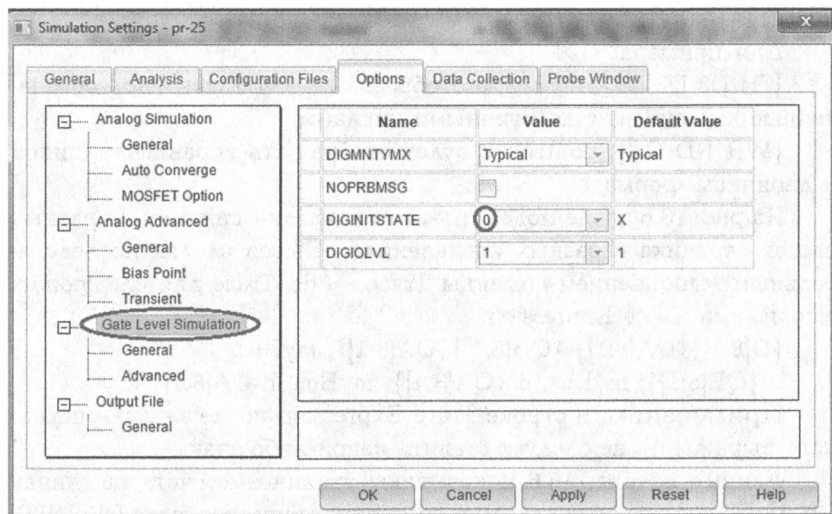
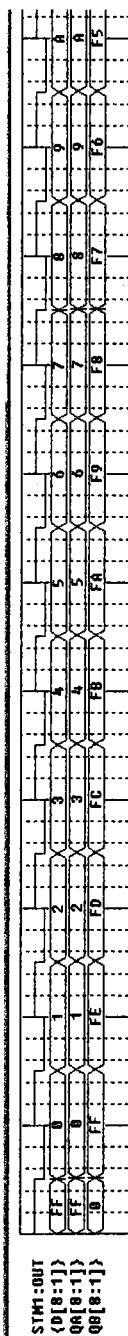

Рис. 16.5. Установка профиля цифрового моделирования
Рис. 16.7. Вывод данных для счета с уменьшением
Сначала установим режим Transient с временем моделирования 16 мкс. Затем на вкладке Options выбираем Gate Level Simulation > General и устанавливаем типичную синхронизацию (рис. 16.5).
**Примечание.** Одна из распространенных ошибок заключается в неправильной инициализации регистров (триггеров) в цепи, так что в результате появляются две красные линии, представляющие неизвестное состояние. Убедись, что вы инициализируете триггеры, как показано на рис. 16.5.
Установим в опциях профиля моделирования (см. рис. 16.5) DIGINITSTATE=1. В этом случае результаты моделирования на шинах D[8:1], QA[8:1] показывают счет в сторону уменьшения (рис. 16.7).